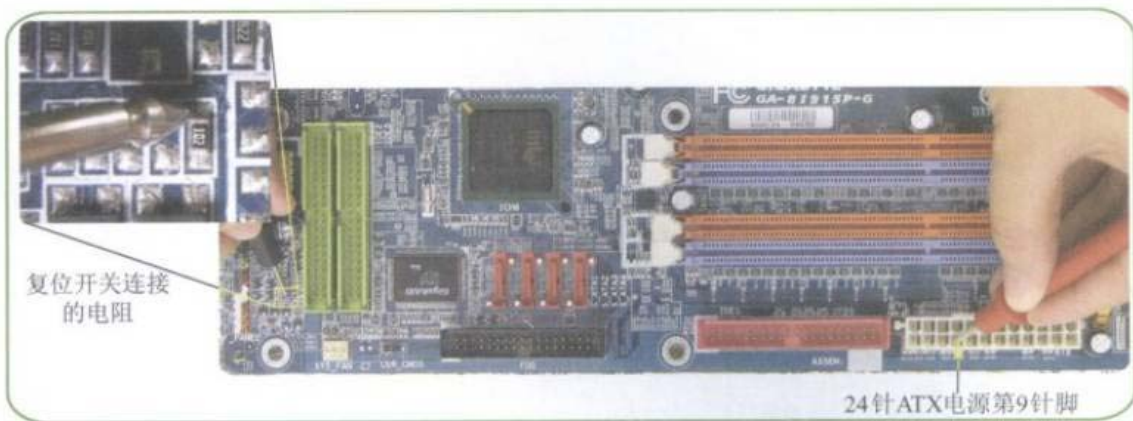

图10-7 测量复位开关高电平端连接的元器件
**Step 02** 观察复位开关的另一个针脚的线路走线，测量复位开关的高电平端连接的电阻、电容，如图10-7所示。